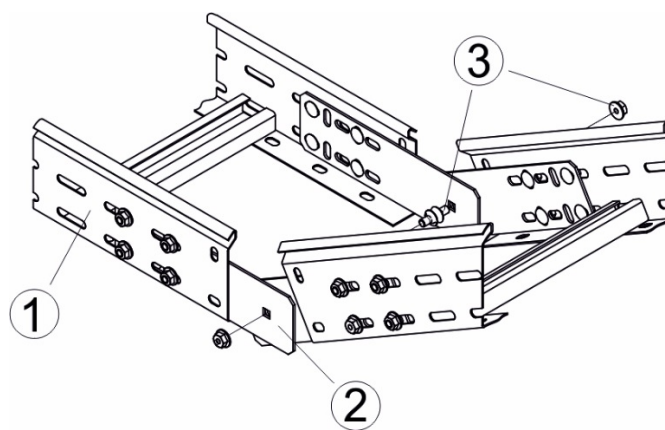

Рисунок 34
7.5.3 Совместить крепёжные отверстия в пластинах шарнирного соединения позиция 1 и позиция 2 (рисунок 34) и скрепить пластины комплектом соединительным КС позиция 3 с каждой стороны, предварительно выставив требуемый угол.